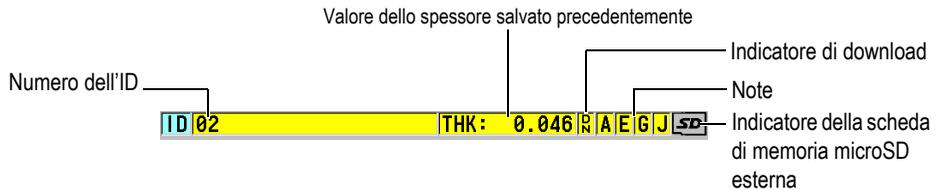

Figura 3-2 La barra dell'ID
La barra dell'ID, situata nella parte superiore della schermata di misura, visualizza l'ID della misura di spessore corrente, la misura salvata precedentemente e gli indicatori delle note (vedere Figura 3-2 a pagina 48). L'indicatore di download (R) viene visualizzato quando la misura salvata precedentemente proviene da un file piuttosto che da una misura recentemente acquisita.